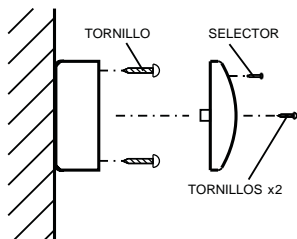

FIG.5
- Fije la tapa superior con los tornillos que se incluyen, tal y como aparece en la FIG.5.